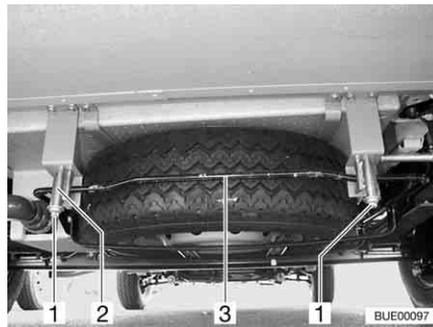

Bild 257 Ersatzrad-Halterung (Aufnahmekorb)
- Muttern (Bild 257,1) am rechten und linken hinteren Haken (Bild 257,2) der Ersatzrad-Halterung lösen.
- Bügel (Bild 257,3) leicht nach oben drücken. Gleichzeitig Haken nach unten ziehen und Bügel aushängen.